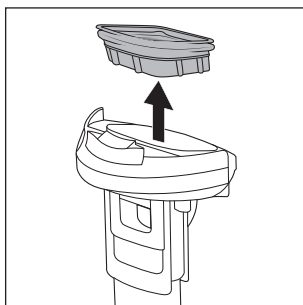

Fig. 24
- ♦ Retirez le filtre à impuretés **10** du réservoir d'eau sale **2** en plaçant les doigts latéralement dans les ouvertures situées à côté du filtre à impuretés **10** et en le sortant par le haut du couvercle du réservoir d'eau sale **9** (voir fig. 24).